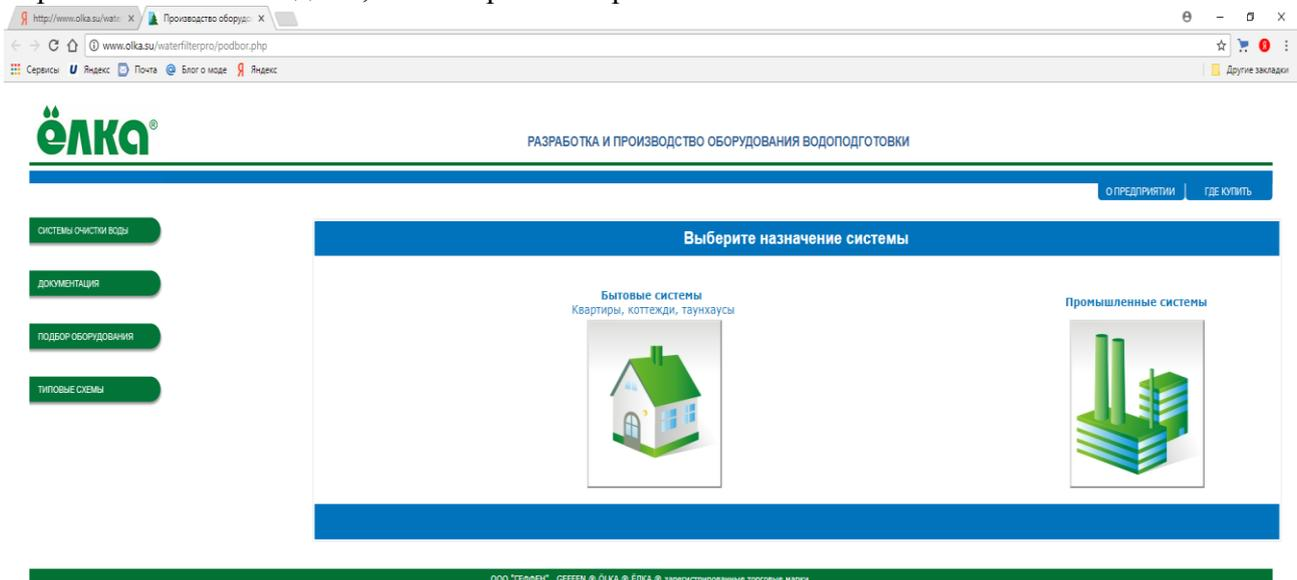

рис. 2
3.1.2. Входим на главную страницу (см. рис. 2). Если проектом предусмотрено разработать технологическую схему очистки воды для промышленного предприятия или объекта коммунально-социальной сферы (школа, административное здание, предприятие общественного питания, больница, баня и т.п.), то следует выбрать картинку "Промышленные системы". Если же необходимо разработать технологическую схему очистки воды для индивидуального жилища или блокированного жилого дома, то выбирается картинка "Бытовые системы".